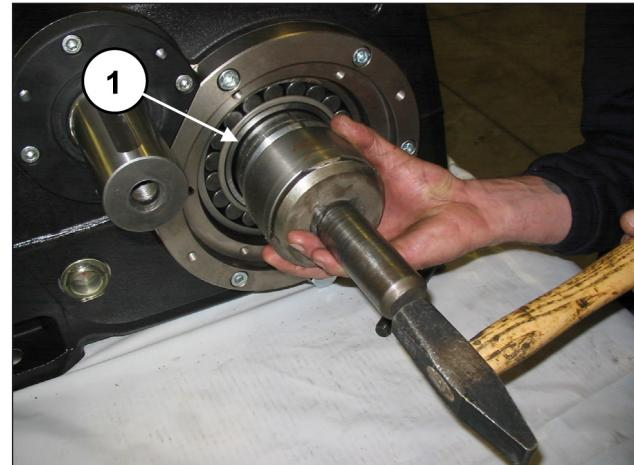
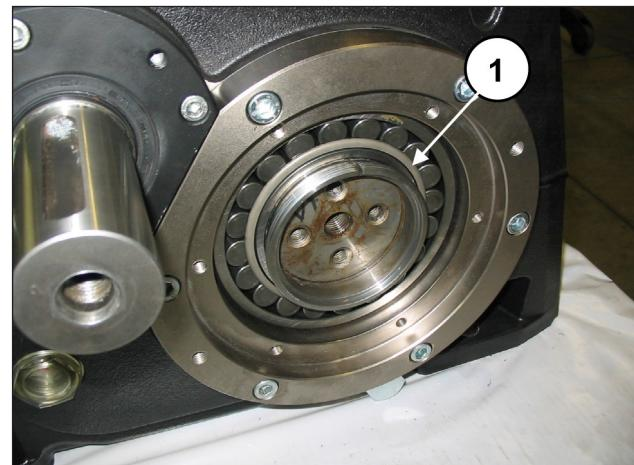

Рис. 76
Рис. 77
Полностью наденьте стяжную втулку на коленчатый вал (поз. ①, Рис. 76 и Рис. 77), используя ударную массу и калибр.